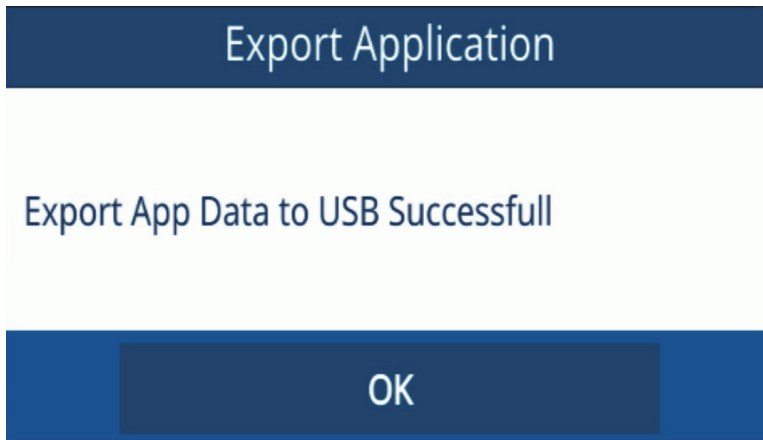

Figura 7-7 Schermata di conferma dell'esportazione
4. Toccare **OK** nella schermata di conferma dell'esportazione (vedi Figura 7-7 a pagina 71).